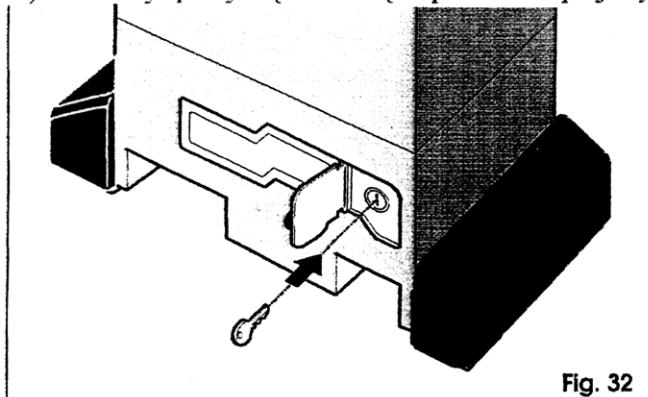

Fig. 32
- 1) Otworzyć pokrywę ochronną i wprowadzić specjalny klucz w zamek (rys.32).